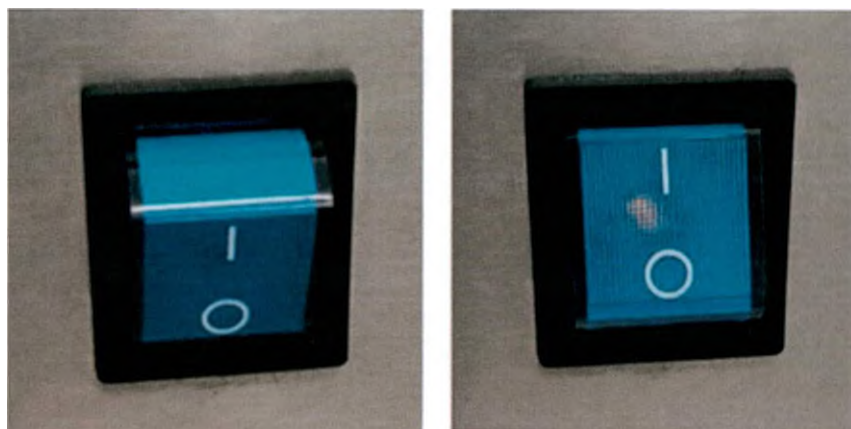

Рис. 20. Кнопка включения: слева – положение «Выключено», справа – положение «Включено».
6.2.2. Включите комплекс. Кнопка включения находится на передней панели станины (Рис. 20).